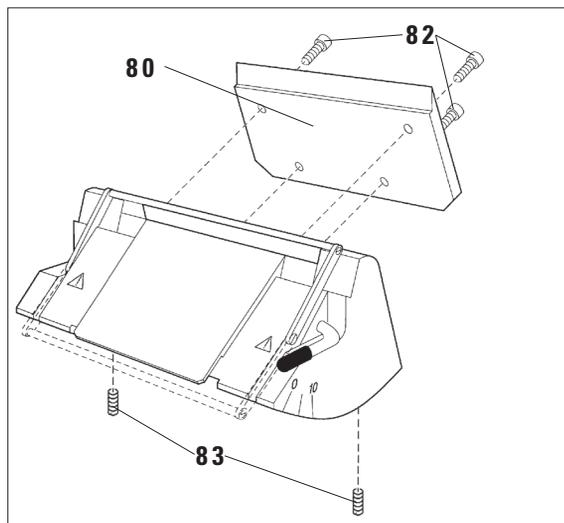

図 29
後部プレッシャープレート (80) は2本のセットスクリュー (83、図29) 上にあります。これらのスクリューで高さと平行度を調節します。